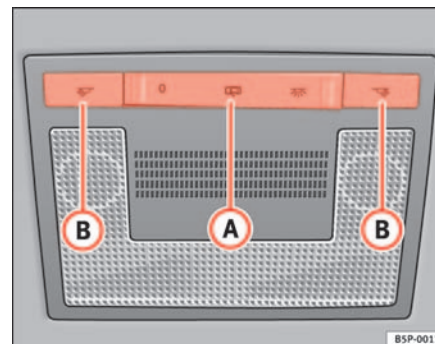

Fig. 81 Revestimento interior do tejadilho: iluminação interior à frente
Com o interruptor ⇒ fig. 81 (A) podem ser seleccionadas as seguintes posições:
Premir o interruptor para a posição 0 ⇒ página 119, fig. 81.